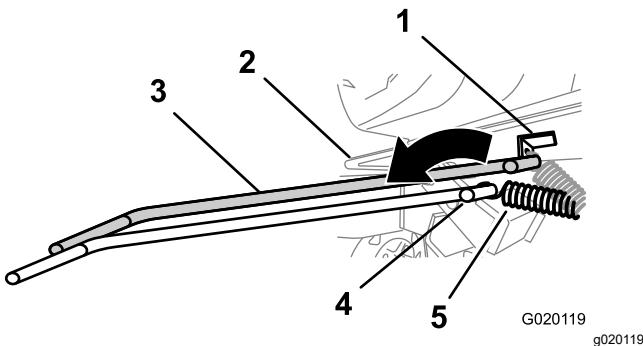

Figura 49
7. Usando una herramienta para la retirada de muelles (Pieza Toro N° 92-5771), retire el muelle del anclaje de la chapa del motor (Figura 49).
- Usando una herramienta para la retirada de muelles (Pieza Toro Nº 92-5771), instale el muelle tensor en el anclaje de la chapa del motor (Figura 49).